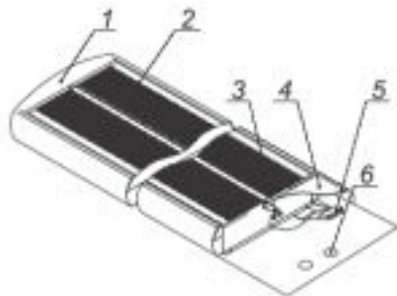

Рис. 3
4. ОПИСАНИЕ ИНФРАКРАСНОГО ОБОГРЕВАТЕЛЯ (РИС. 3)